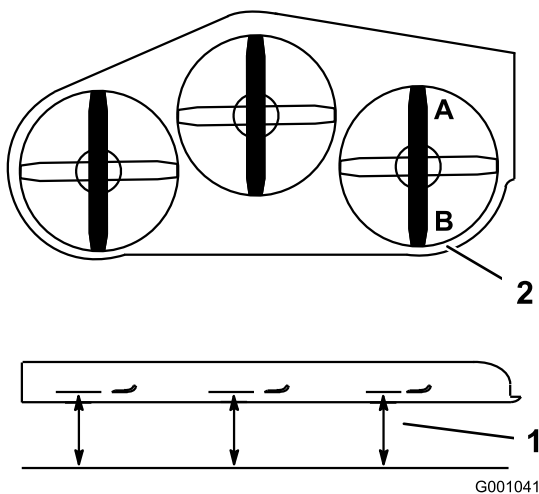
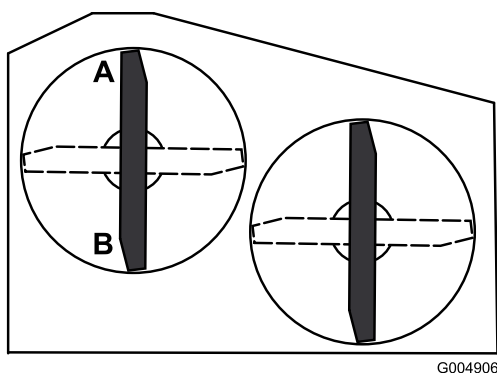

Figure 70
Figure 71
- Tournez une lame dans le sens longitudinal. Mesurez la distance aux points A et B entre une surface plane et le bord coupant des pointes des lames (Figure 70 ou Figure 71). Pour les tabliers de coupe de 36 pouces, reportez-vous à la Figure 71.
4. Tournez les lames dans le sens longitudinal. Mesurez la distance aux points **C** et **D** (Figure 70) entre une surface plane et le bord coupant des lames.